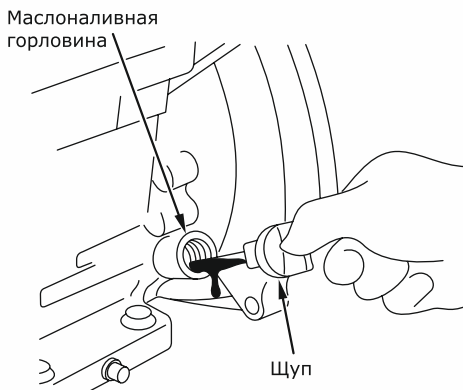

Рис. 3
• Каждый раз перед запуском двигателя и через каждые пять часов работы двигателя проверяйте уровень масла. Поддерживайте уровень масла между отметками **Min** и **Max** на масляном щупе или по краю масляной горловины (рис. 3).